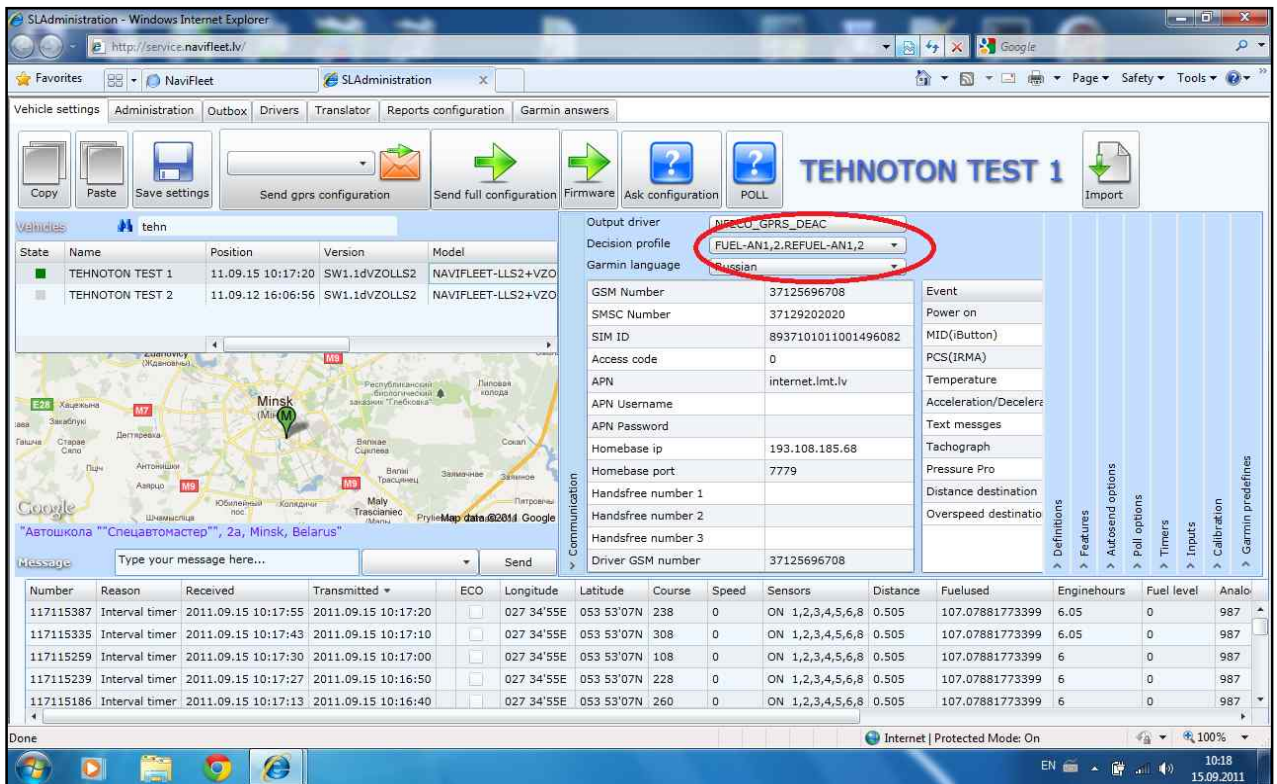

Рисунок 2
3.4. Другие необходимые настройки терминала NaviFleet ET100 указаны Рисунок 2 и 3: